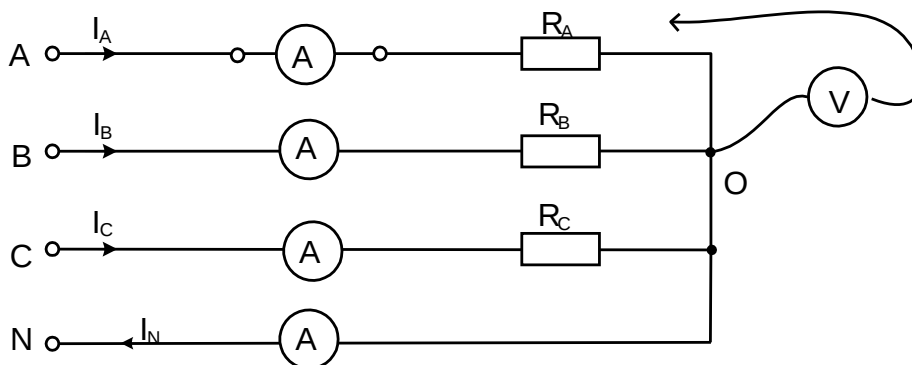

Рис.4.14. Принципиальная схема цепи сопротивлениями фаз.
- Соберите цепь согласно принципиальной схеме (рис. 4.14) с сопротивлениями фаз  $R_A=R_B=R_C=1\text{ кОм}$ . Монтажная схема изображена на рис. 4.4, но ваттметр в этой работе не понадобится.